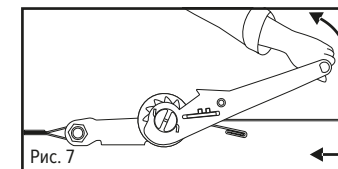

Рис. 7
- Натяните рабочую ленту при помощи рычага натяжного устройства таким образом, чтобы устранить провисание ленты (рис. 7).